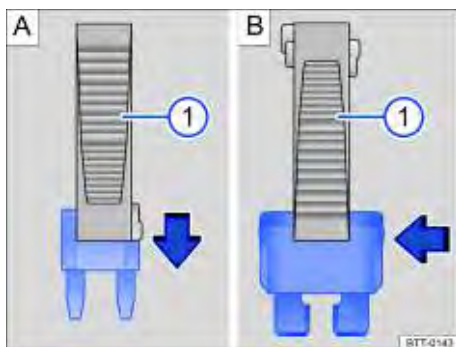

Fig. 167 Remover ou instalar um fusível com a garra da pinça de plástico .
⇒ Fig. 167  da cobertura da caixa de fusíveis.
- Em caso de *fusíveis pequenos*, encaixar a garra ⇒ Fig. 167  por cima ⇒ Fig. 167 A.
- Em caso de *fusíveis maiores*, empurrar a garra ⇒ Fig. 167  lateralmente sobre o fusível
⇒ Fig. 167 B.